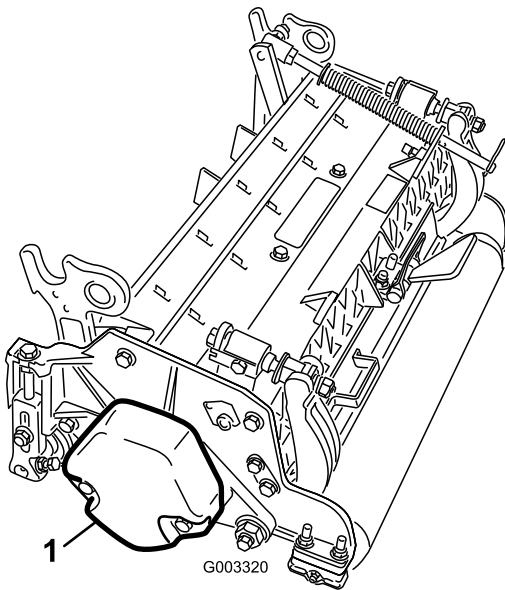

Рисунок 4
4. Убедитесь, что противовес (**Рисунок 4**) установлен в надлежащих концах каждого режущего блока, как описано в *Руководстве оператора* для режущих блоков.